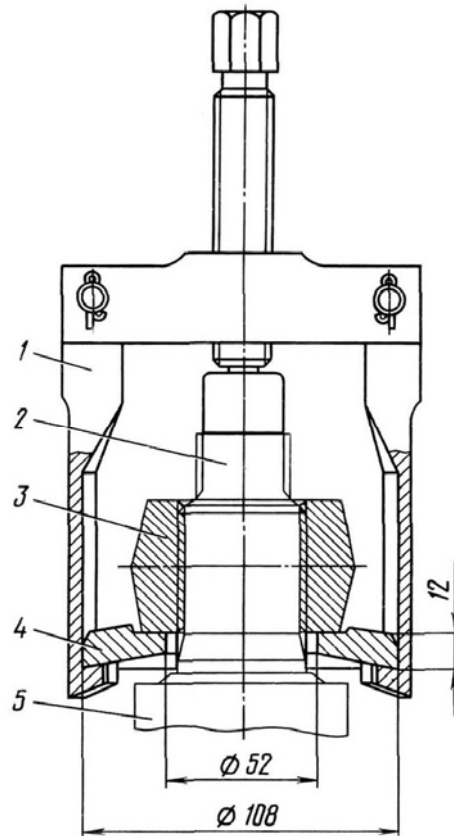

Рис.45. Спрессовка сошки рулевого механизма:
4. Расшплинтовать и отвернуть гайку крепления сошки 3 (рис.45) на валу 2 и спрессовать сошку 3 с вала 2 с помощью съемника, не отсоединяя при этом от сошки продольную рулевую тягу 19 (см. рис.43).